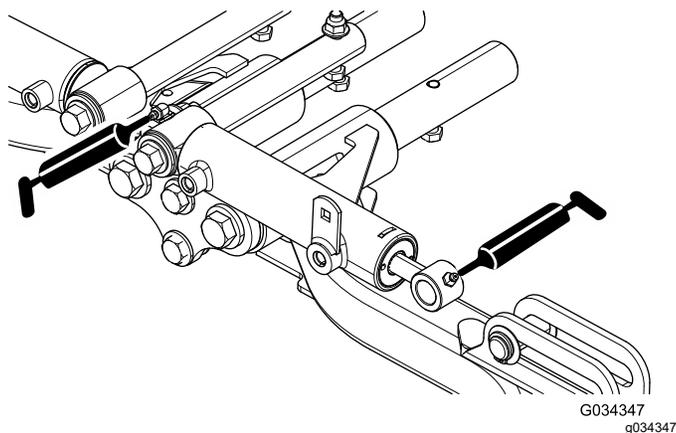

図 49
- 前昇降アームのピボットと昇降シリンダ各3ヶ所 図 49を参照。